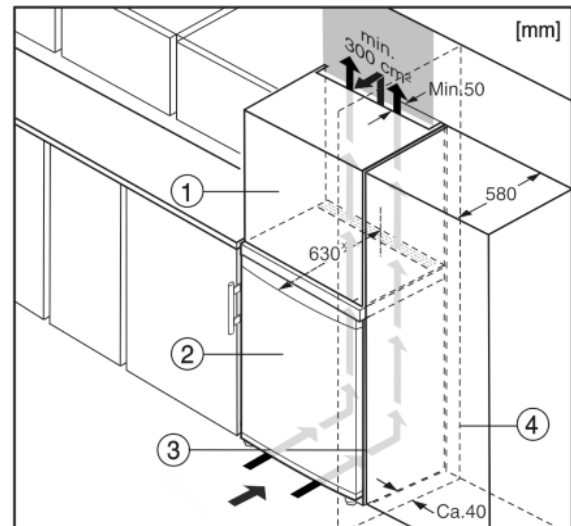

Fig. 6
El aparato se puede rodear de armarios de cocina. Para adaptar el aparato Fig. 6 (2) a la altura de la cocina, se puede instalar un armario Fig. 6 (1) correspondiente sobre el aparato\*.
Si la cocina posee armarios (profundidad máx. 580 mm), el aparato se puede colocar directamente junto al armario de cocina Fig. 6 (3). El aparato sobresale 34 mm\* por los lados y 50 mm\* en el centro del aparato respecto al frente del armario de cocina.\*
Si el aparato se instala con las bisagras junto a una pared Fig. 6 (4), la distancia entre el aparato y la pared debe ser de como mínimo 40 mm. Esto equivale al saliente del tirador con la puerta abierta.